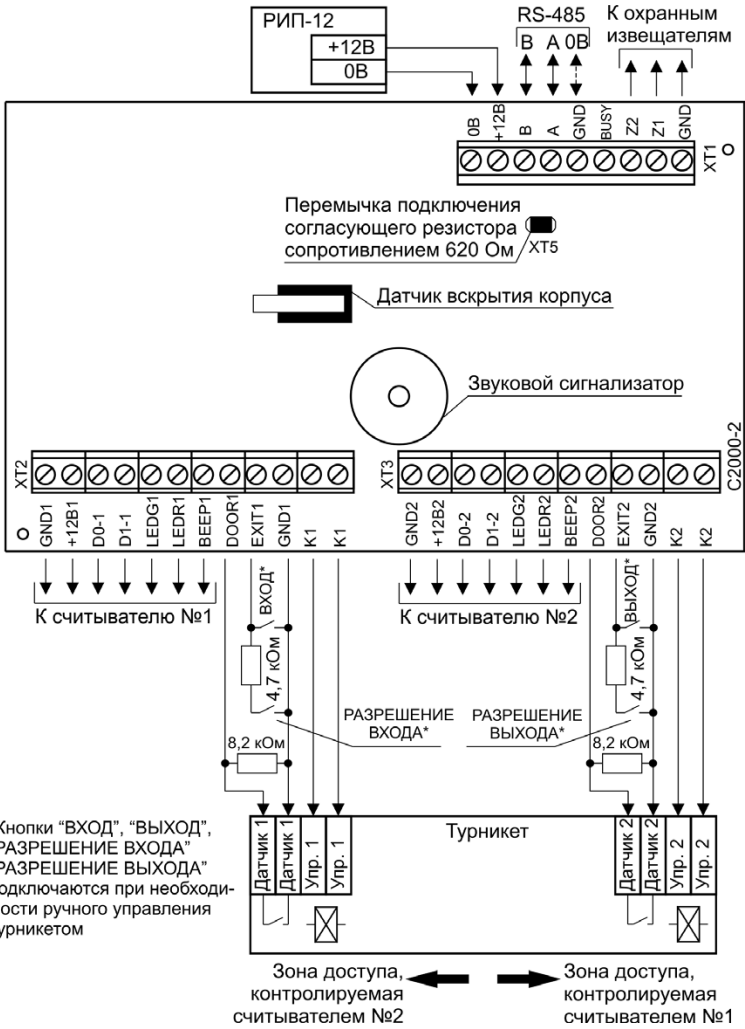
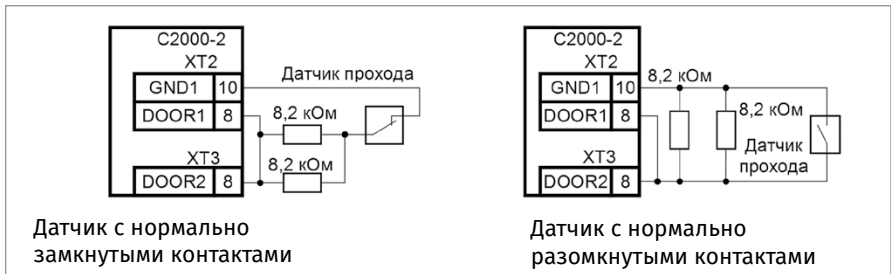

Рисунок 4. Схема подключения контроллера «С2000-2» в режиме «Турникет»
Рисунок 5. Схема подключения одного датчика прохода (поворота)
13. Подключение в режиме «Турникет» (Рисунок 4). Если турникет имеет один датчик проворота, срабатывающий при любом направлении прохода, то он подключается параллельно к соответствующим входам обоих каналов контроллера, как показано на Рисунок 5.